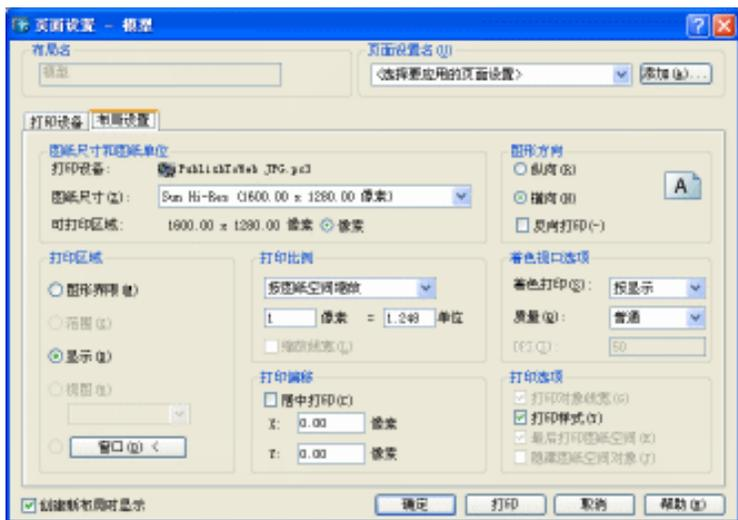

图 1-5-3
- STEP 03** 单击“布局设置”选项卡对打印布局进行设置，打开如图 1-5-3 所示对话框。